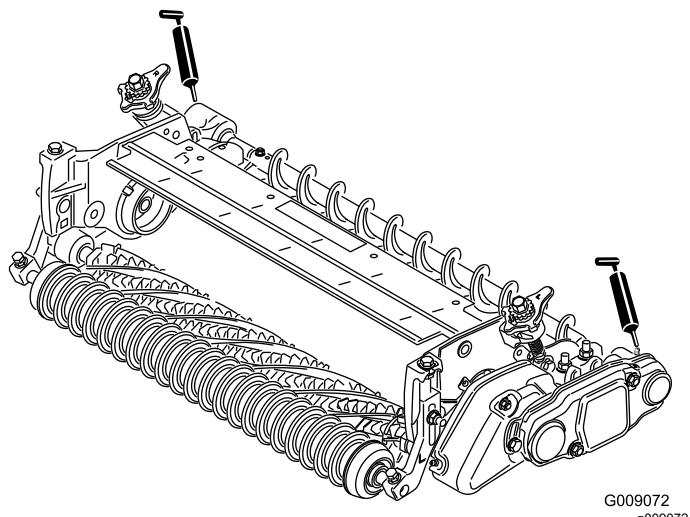

図 35
27. 左右のローラブラシベアリングハウジングのグリス注入部、および、カッティングユニットのその他のグリス注入部に、No.2汎用リチウム系グリスを注入する図35。